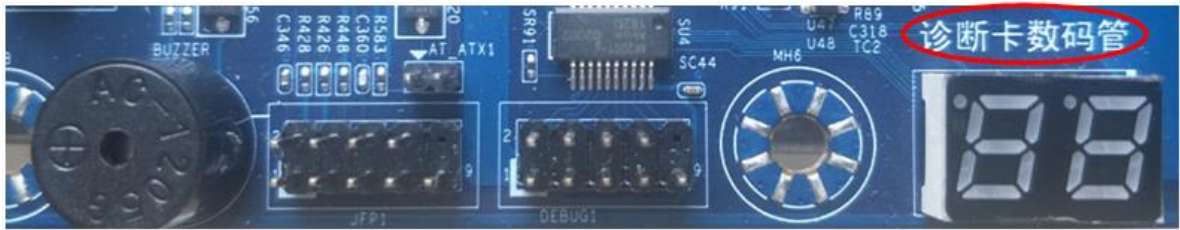

图 9 主板独家集成了诊断卡、数码管和蜂鸣器电路
(4) 如图 9 所示，主板独家集成了诊断卡、数码管和蜂鸣器电路，能准确判断出故障类别。